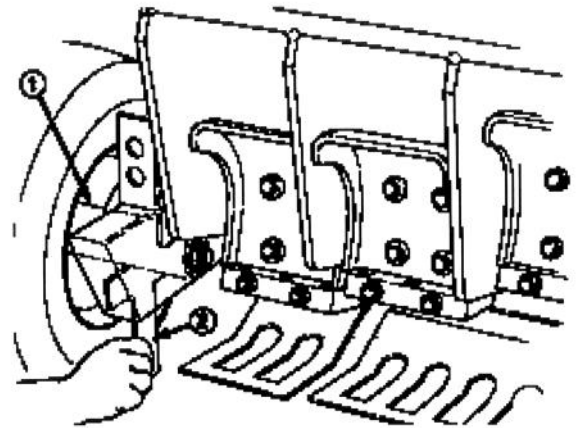

Figure 9
- Glisser la branche courte du calibre de hauteur sous l'essieu avant pour contrôler la hauteur. Le calibre posé au sol doit toucher l'essieu. Effectuer le contrôle des deux côtés (Fig. 9).